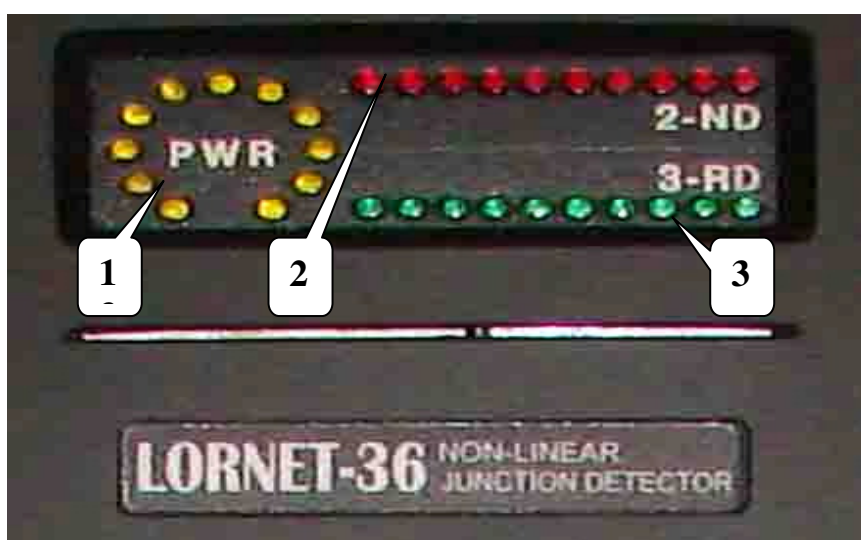

Рис. 2.
- Индикацию уровня мощности передатчика (1), уровня принятых сигналов второй (2) и третьей (3) гармоник (рис. 2).